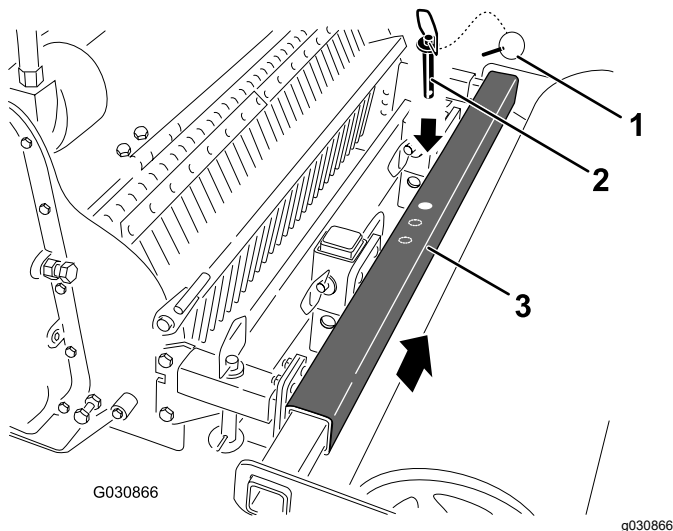

Figura 8
3. Togliete il perno conico (Figura 8).
4. Fate scorrere il rullo fino alla posizione desiderata (Figura 8).